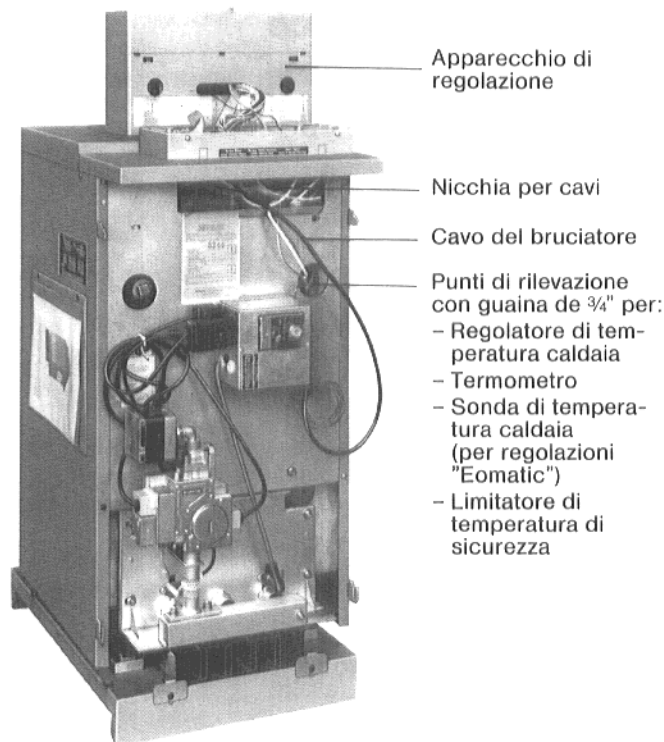
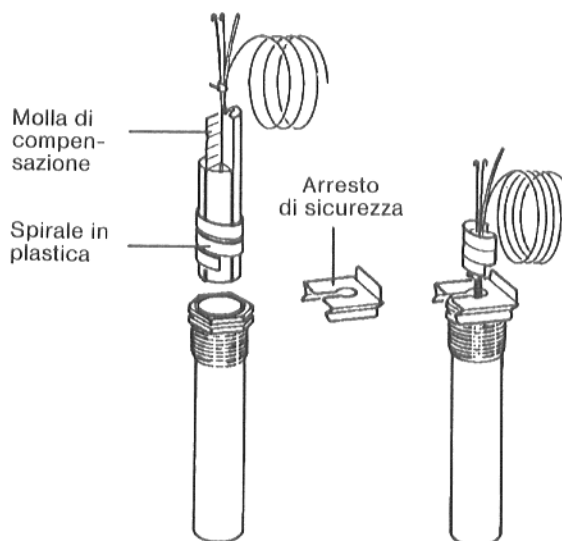

Fig. 9: G_ 224 L Lownox; montaggio dell'apparecchio di regolazione
Fig. 10: Guaina d'immersione e sonde di temperatura
7. Posare il l'apparecchio di regolazione sul coperchio posteriore, avendo cura di interporre la plastica d'imballaggio per non graffiarlo (Fig. 9).
8. Srotolare i tubetti capillari delle sonde di temperatura quanto sufficiente per giungere al punto di rilevazione (Fig. 9).
9. Immettere a fondo le sonde nella guaina (pozzetto, Fig. 9). Le spirali in plastica vengono automaticamente espulse (Fig. 10). Le molle di compensazione devono essere coimmesse nella guaina (Fig. 10).
10. L'arresto di sicurezza della sonde, a corredo fornitura apparecchio di regolazione, deve essere premuto da sopra o lateralmente sulla testa delle guaine d'immersione (pozzetti, Fig. 10).
12. Collocare la lunghezza eccedente dei capillari nella nicchia per i cavi (Fig. 9).